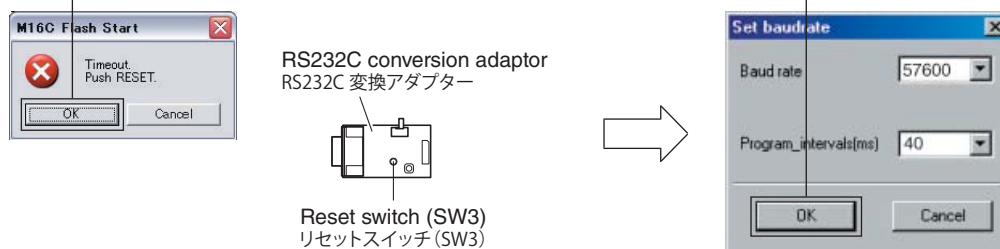

Fig. 3
- * If the "Timeout" error screen appears, press the "reset switch (SW3)" of the RS232C conversion adaptor and click [OK], and "Set baud rate" screen appears. (Fig. 3)
Click [OK]. (Fig. 3)
すると通信速度の設定画面が開きます。 (Fig. 3)
[OK] をクリックします。 (Fig. 3)